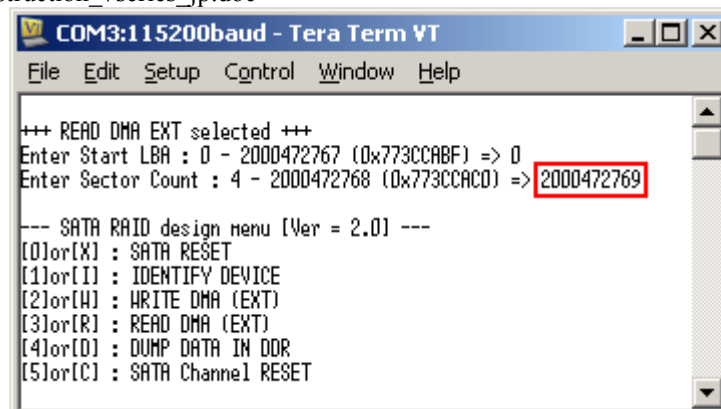
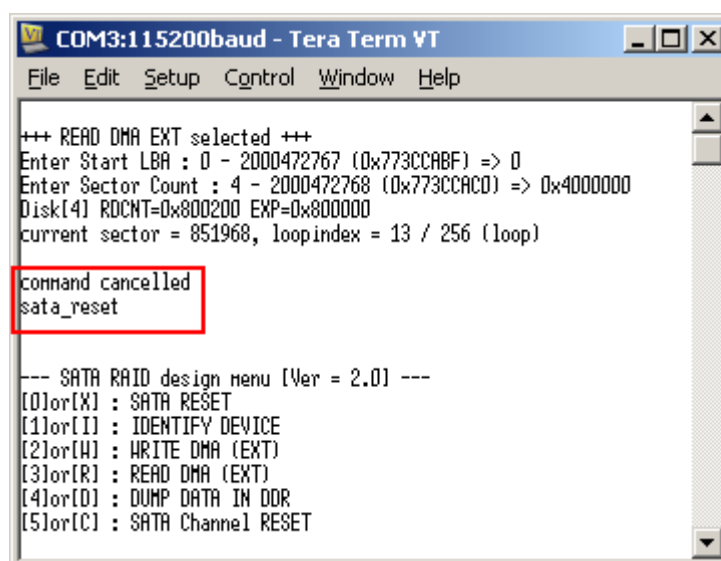

図 3-8: 無効なパラメータ入力によるリード・コマンドの中断
図 3-9: リード・コマンド実行中のキー入力操作による中断
- リード・コマンドでもライト・コマンドと同様、無効なパラメータ値を入力することで図3-8のようにコマンド実行前に中断することが可能です。あるいは図3-9に示すように、コマンド実行中に何かキー入力操作を行うことでも中断します。